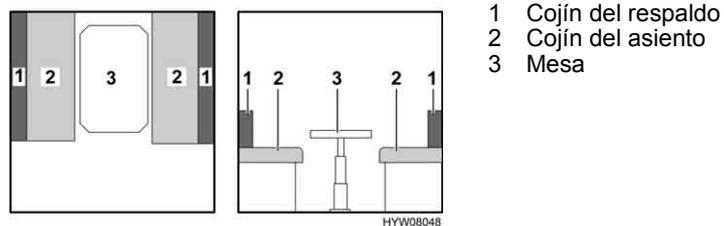

Fig. 115 Antes de la transformación
- Transformar la mesa (Fig. 115,3) en base de cama (véase apartado 6.10).